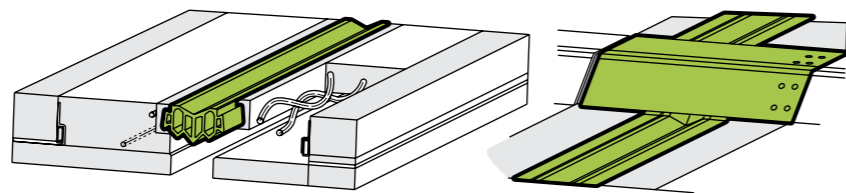

Fig. 1 : Détail du joint de trottoir. À droite : habillage de la bordure.
- joints de trottoir - *fig. 1* ;